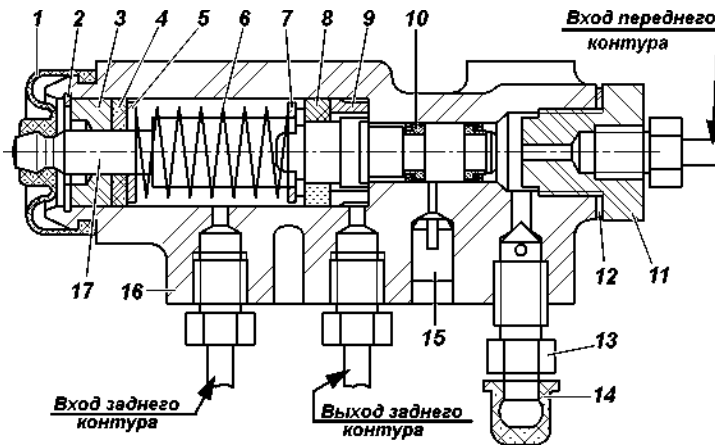

Abb. 9.30. Druckregler:
Druckregler. Bei Fahrzeugen ohne Antiblockiersystem wird ein mechanischer Druckregler eingebaut, der auf die Hinterradbremse wirkt (Abb. 9.30), der für eine optimale Verteilung der Bremskräfte auf die Fahrzeugachsen sorgt und ein vorzeitiges Blockieren der Hinterräder verhindert. Überprüfen Sie bei der Wartung die Funktionsfähigkeit des Druckreglers. Reinigen Sie den Regler von Schmutz und überprüfen Sie die Zuverlässigkeit seiner Befestigung. Vergewissern Sie sich durch eine Sichtprüfung, dass der Regler und die Teile seines Antriebs keine Beschädigungen aufweisen, keine Bremsflüssigkeit austritt und kein Spiel in der Verbindung zwischen der Strebe und dem Druckhebel sowie dem Konus am Hinterachsatz vorhanden ist. Beim Betätigen des Bremspedals um mindestens 17 mm (Abb. 9.30) muss der Druckregler aus dem Gehäuse herausfahren um
3. Drehen Sie die Schraube 4 (Abb. 9.31) ein, bis sie am Schaft des Reglers 17 (Abb. 9.30) anliegt.